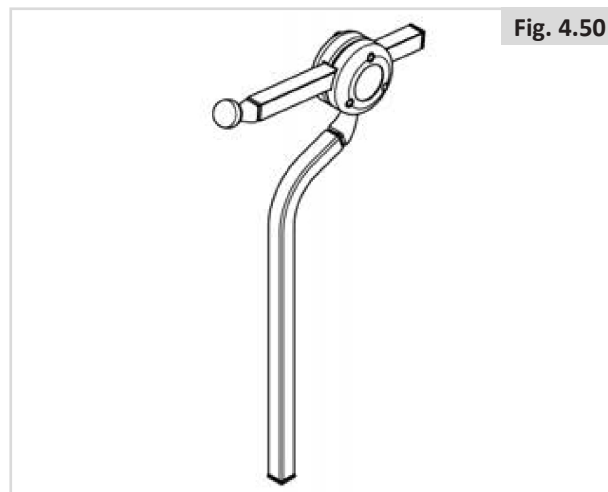

Fig. 4.50
**Hauteur de l'appui-tête (Fig. 4.50)**